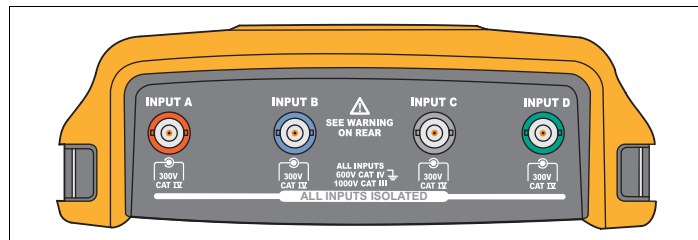

Рисунок 1. Разъемы BNC
- Запрещается подключать пружину заземления (см. Рисунок 1 в *Руководстве пользователя по эксплуатации измерительного прибора ScopeMeter 190 серии II*) к источникам, пиковое напряжение которых превышает 42 В (30 В ср. кв. знач.) относительно заземления.
В верхней части измерительного прибора предусмотрено четыре безопасных входа сигнала типа BNC. Эти изолированные входы позволяют выполнять независимые плавающие измерения на каждом входе. См. Рисунок 1.